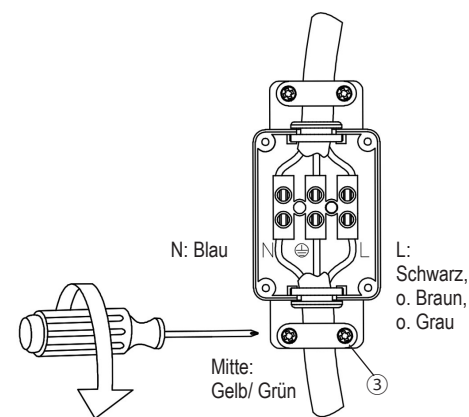

Bild 2
Bild 2: Die Zuleitung lt. gesetzlicher Richtlinie vorbereiten. Ihr Erdkabel durch die Kabelverschraubung ① führen und in der Anschlussbox ② lt. Kennzeichnung anschließen. Stellen sie sicher, dass das Kabel richtig abgedichtet ist. Die 2 Schrauben der Zugentlastung ③ festschrauben.